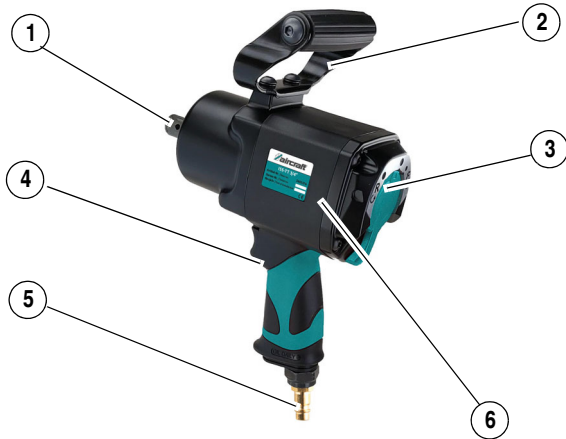

Abb. 2: Bedienelemente ISS-TT 3/4" Composite
Für das Betreiben des Schlagschraubers benötigen Sie einen Kompressor mit ausreichender Füllleistung. Die erzeugte Luft muss gereinigt, kondensatfrei und ölvernebelt sein. Vor der ersten Inbetriebnahme unbedingt einige Tropfen Aircraft Spezial-Druckluftöl in den Luftanschluss des Werkzeuges einfüllen, damit sofort eine gute Schmierung vorhanden ist. Schrauben Sie den Stecknippel in den Druckluftanschluss (Pos. 5, Abb. 2). Stecken Sie den benötigten Steckaufsatz auf die Nussaufnahme (Pos. 1, Abb. 2).
3. Durch Betätigung des Betätigungshebels (Pos.4, Abb. 2) wird der Schlagschrauber in Betrieb gesetzt.
Die richtige Drehrichtung wird mit der Hilfe des Umlenkhebels (Pos.3, Abb. 2) eingestellt.